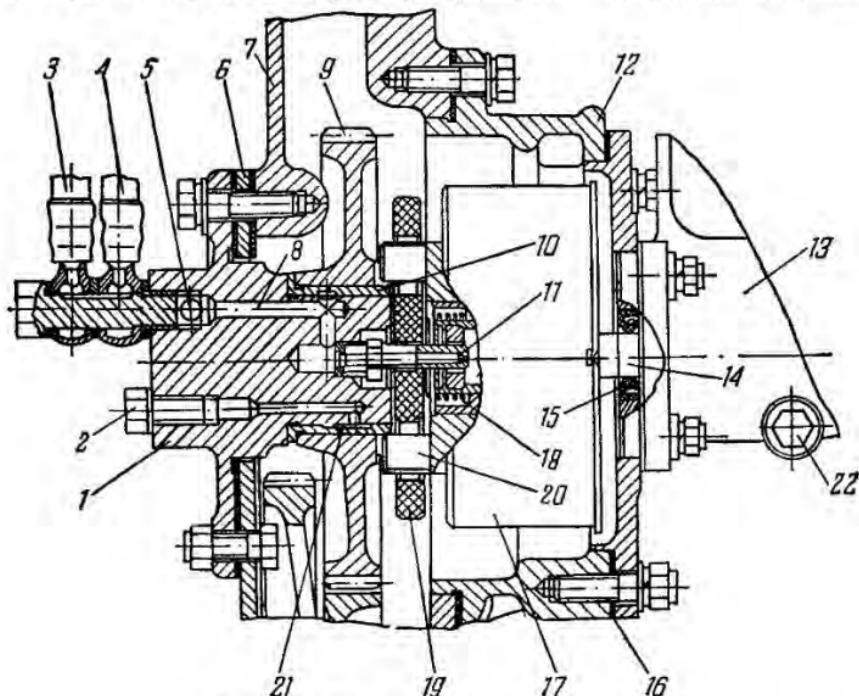
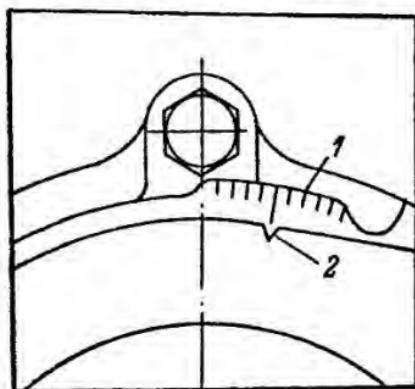

Рис. 42. Привод топливного насоса:
Рис. 45. Установка топливного насоса:
Привод насоса (рис. 42) осуществляется от шестерни 9, которая находится в зацеплении с шестерней, закреплен-
Когда снимается топливный насос, прочищают штуцер 11 (рис. 42) подвода смазки к автоматической муфте изменения угла опережения впрыска топлива. Штуцер прочищают проволокой диаметром 1—1,5 мм. Перед снятием насоса следует выставить поршень первого цилиндра в положении ВМТ на такте сжатия (см. «Регулировка зазоров в клапанах»), заметить взаимное расположение метки на фланце насоса и деления лимба на проставке (рис. 45).
заметить, с каким делением на лимбе проставки (рис. 45) совпадает метка на фланце насоса. Каждое деление лимба соответствует  $2^\circ$  поворота коленчатого вала. Для увеличения угла подачи топлива топливный насос следует поворачивать по часовой стрелке на соответствующее число делений, для уменьшения — против часовой стрелки;
2. Установить текстолитовую шайбу на кулачки шестерни привода, проверив наличие пружины 18 (рис. 42).